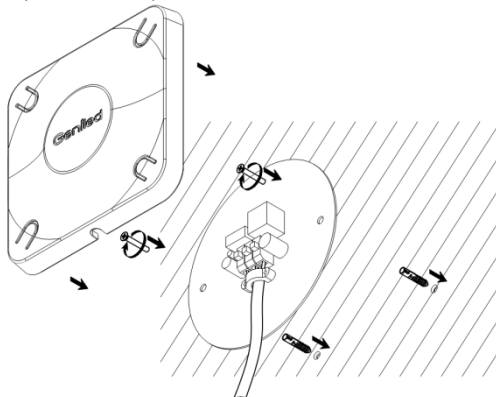

Рисунок 3 – Установка и подключение светильника Geniled Public mini.
- 5.3.2. Установите печатный узел на заранее подготовленную плоскую поверхность при помощи двух винтов (Рисунок 3). Заведите провода в клеммную колодку, установленную на печатном узле, затяните кабель при помощи прижимной скобы (Рисунок 3).
- 5.3.3. Установите переднюю крышку (рассеиватель) (Рисунок 3). Аккуратно надавите на переднюю крышку в местах креплений до характерного щелчка. Важно чтобы все четыре крепления защелкнулись.